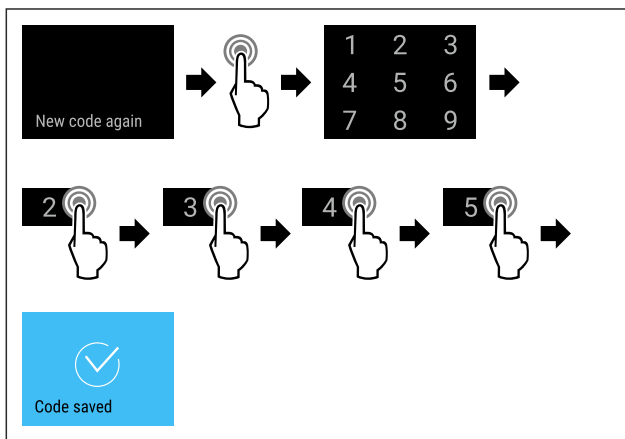

Fig. 86
- ▶ Proved'te akční kroky (viz Fig. 86).